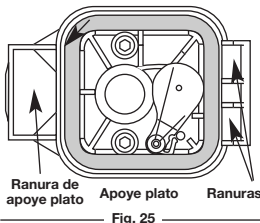

Fig. 25
- Vuelva a colocar el filtro (Fig. 25).
- Instale de nuevo la tapa del filtro de aire. Haga coincidir las ranuras que hay en la parte lado derecho del filtro de aire con las lengüetas de la placa posterior (Fig. 25).